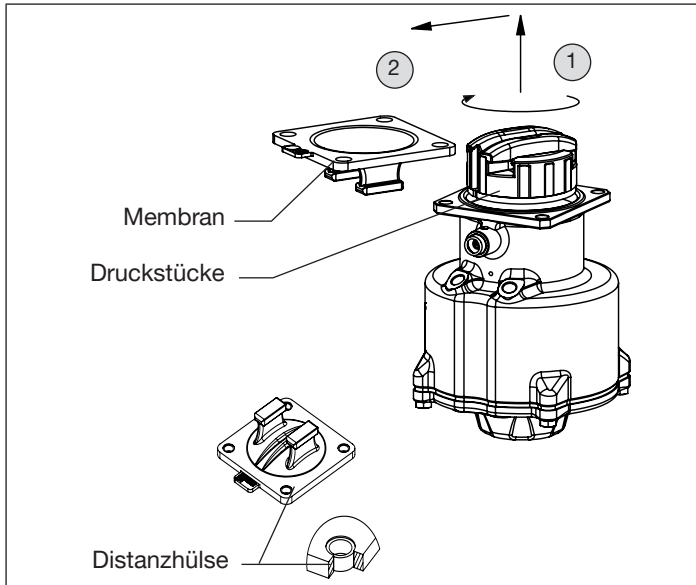

Bild 20: Membran demontieren / montieren
- Membran in die Führung der Druckstücke einführen. Dabei sicherstellen, dass die 4 Distanzhülsen montiert sind (siehe „Bild 20“).